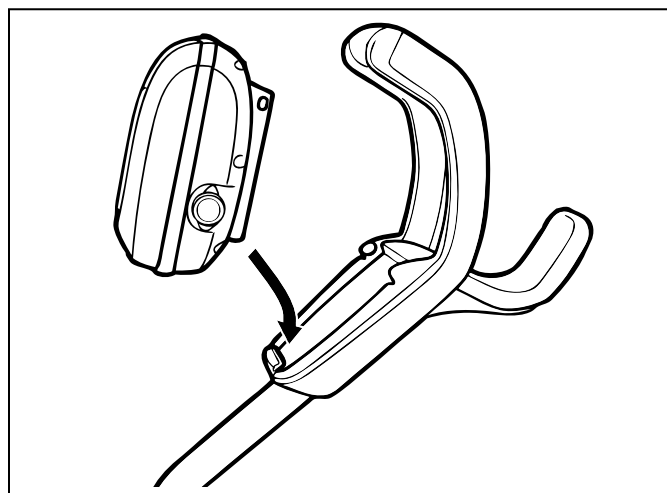

Figure 10. Aligner le module de commande avec l'attache du chariot
- Aligner le dessous du module de commande sur l'encoche au bas de l'attache du module de commande sur le chariot (Figure 10).